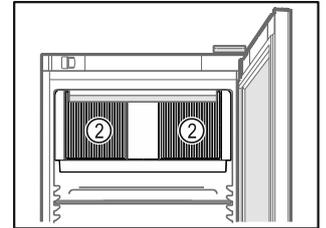

Fig. 54
- Mantenere libere le fessure di ventilazione Fig. 54 (2) della ventola di ricircolo nel vano interno.